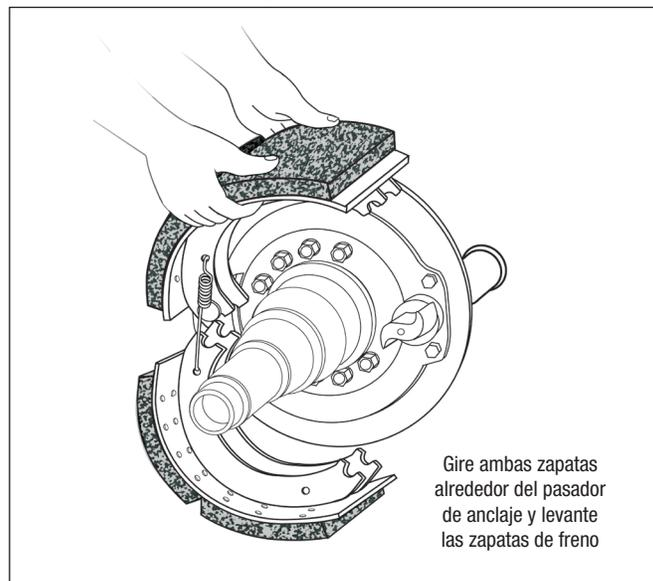

Figura 15 – Desmontaje de la zapata
- Gire ambas zapatas alrededor del pasador de anclaje y retírelas del vehículo. Consulte la figura 15.